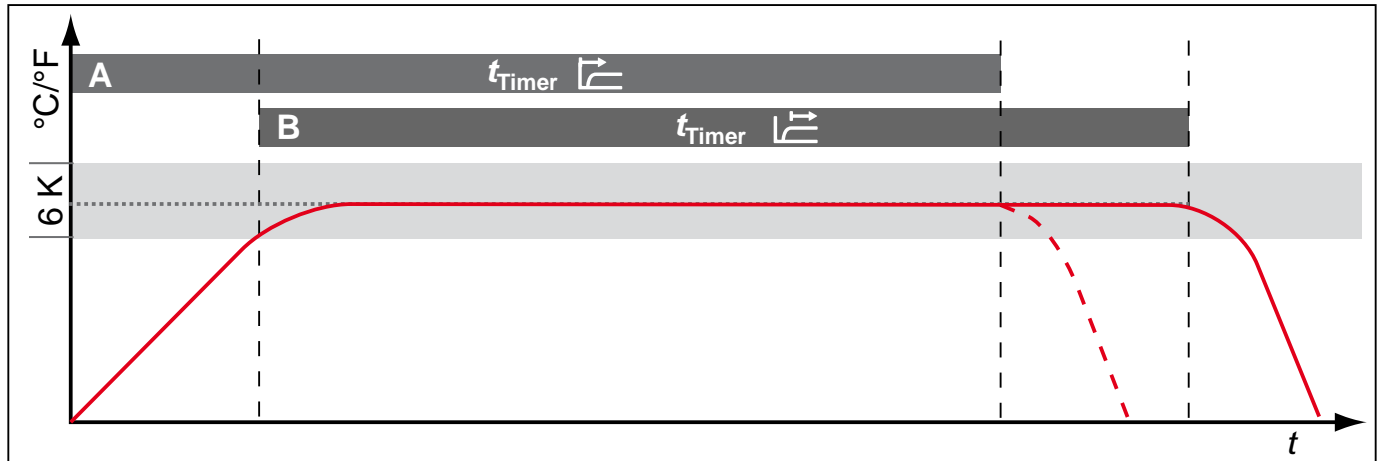

Abb. 23 Timer Mode
Hier kann bei Universalschränken UN^{PLUS}/UF^{PLUS} und Brutschränken IN^{PLUS}/IF^{PLUS} eingestellt werden, ob der Timer (siehe Seite 26) sollwertabhängig arbeiten soll oder nicht – das heißt, ob die Timerlaufzeit erst beginnen soll, wenn ein Toleranzband von ± 3 K um die Solltemperatur erreicht ist (Abb. 23, B), oder bereits unmittelbar nach dem Aktivieren des Timers (A).